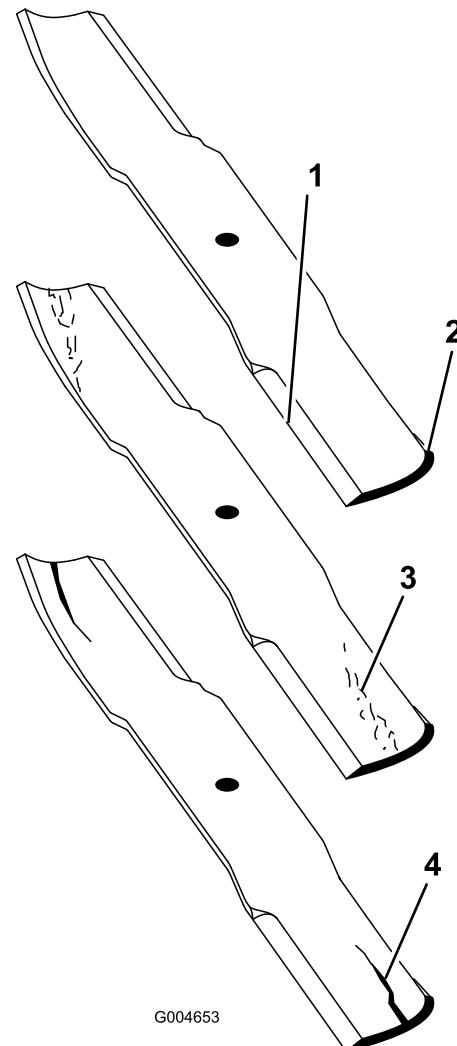

Figure 113
- Examinez attentivement les tranchants de la lame, particulièrement au point de rencontre de la partie plane et de l'ailette (Figure 113). Le sable et les matières abrasives peuvent éroder le métal à cet endroit, c'est pourquoi il est important de contrôler l'état de la lame avant d'utiliser la tondeuse. Remplacez la lame si elle vous semble usée (Figure 113).